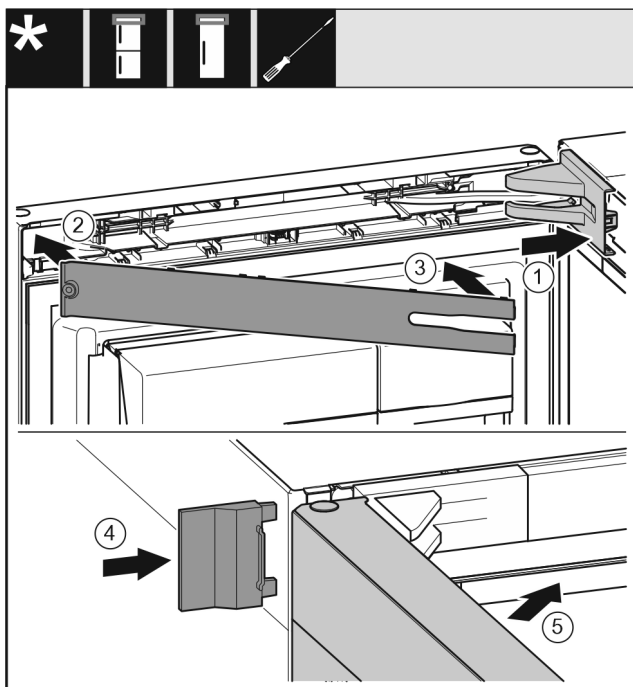

Fig. 26
- ▶ Applicare e innestare la copertura del blocco di supporto Fig. 26 (1), eventualmente staccarle l'una dall'altra con cautela.
- ▶ Applicare la maschera Fig. 26 (2).
- ▶ Ruotare verso l'interno la maschera Fig. 26 (3) e innestarla.
- ▶ Applicare la copertura esterna Fig. 26 (4).
- ▶ Chiudere la porta superiore Fig. 26 (5).